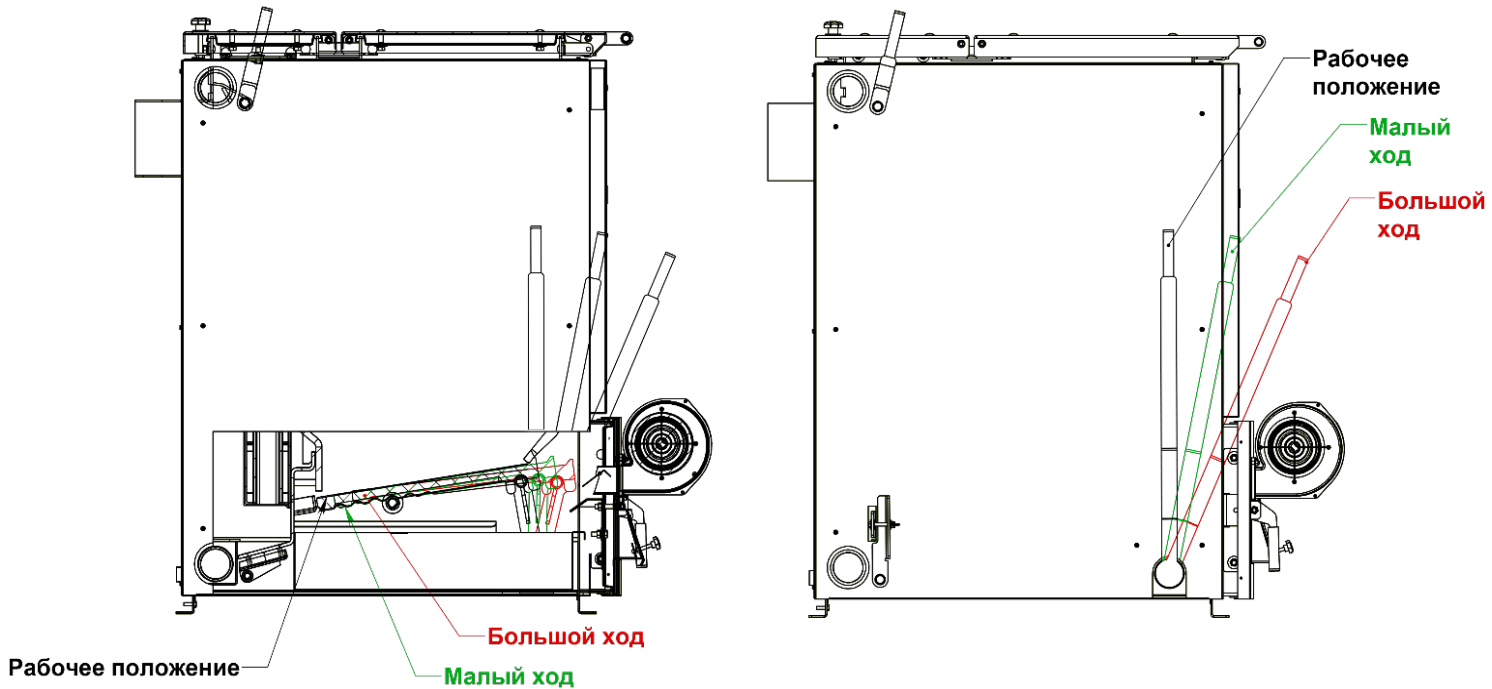

Рис. 14 Механизм привода колосников
При дозагрузке топлива необходимо удалить шлак и золу с колосников, а также разрыхлить спекшееся топливо путем большого (два щелчка вперед-два назад) либо малого хода (один щелчок вперед-один назад) механизма привода (рис.14).
4. Полностью открыть загрузочную дверцу (рис.2 поз.8). Разрыхлить угли механизмом привода колосников (шуровочным механизма) (рис.14), сбросить шлак (очистить колосники) в зольный ящик, затем очистить зольный ящик и заполнить загрузочную камеру новой порцией топлива (рис.13).
6. Установить рычаг механизма привода колосников (шуровочного механизма) в рабочее положение (рис.14).